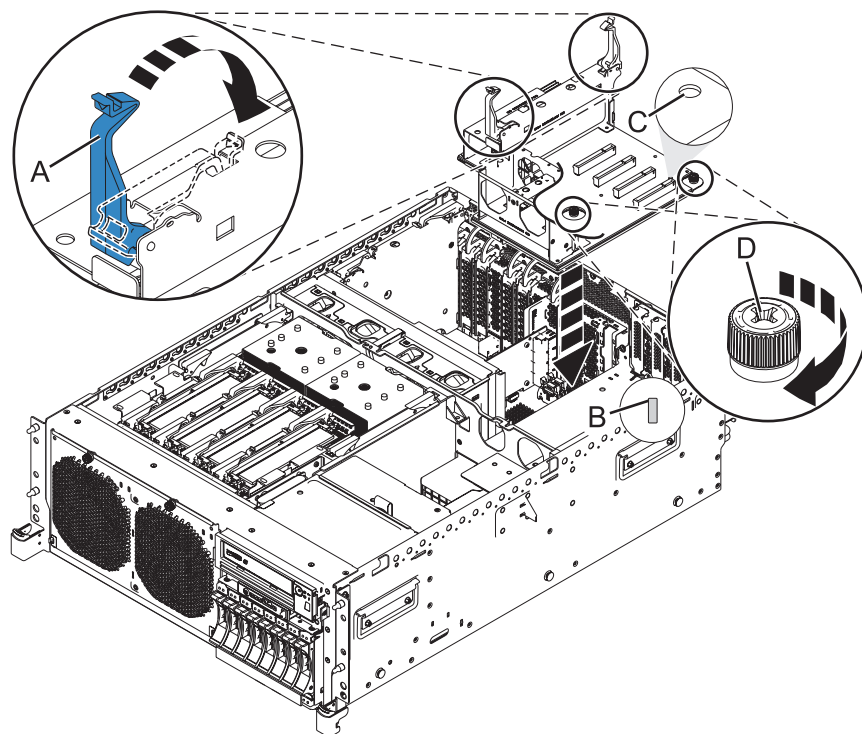

Figura 39. Instal·lació d'una targeta d'expansió en una unitat del sistema muntada en bastidor
13. Amb compte, alineu el forat de la targeta d'expansió (C) amb la seva part mascle (B) de la placa del sistema i abaixeu la targeta d'expansió fins que reposi plana sobre la placa del sistema. Consulteu Figura 39.
15. Pressioneu els pestells de la targeta d'expansió (A) cap avall fins a la posició de tancament.
16. Colleu els botons de fixació (D) de la targeta d'expansió fent-los girar en el sentit de les agulles del rellotge.